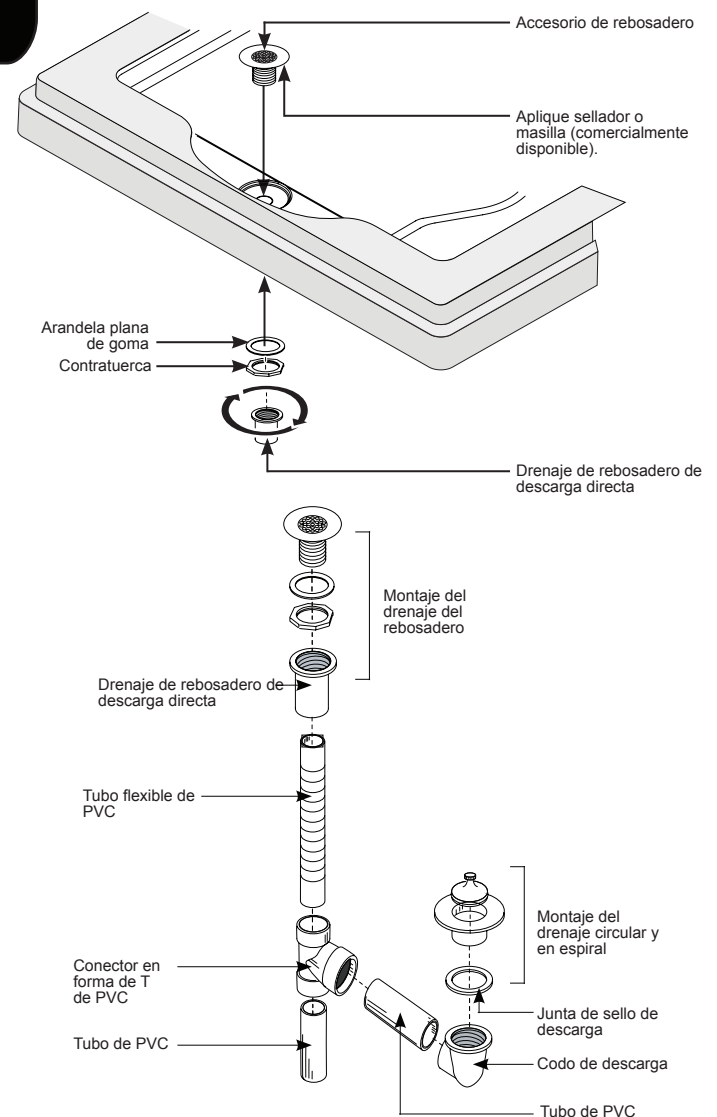

Figura 6 - Instalación del rebosadero
- 4 Coloque una pequeña cantidad de masilla de fontanería, silicona o un sellador similar autorizado alrededor de la parte inferior del ala superior del accesorio de rebosadero (Figura 6).